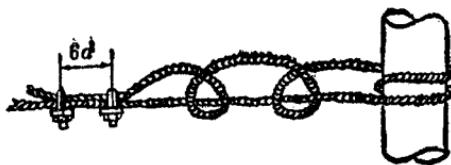

图 11 挞柱扣的连接法
(5) 拾柱扣：又叫倒扒扣，这种绳扣的连接很简单，常用来系柱子和锚桩，见图11。